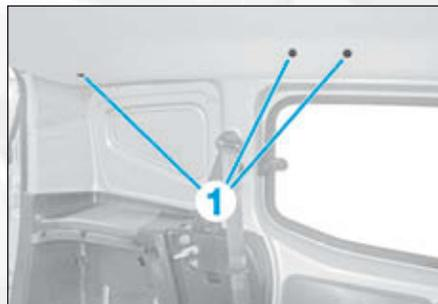

FIG.39
- les agrafes (1) de chaque côté (Fig.39),